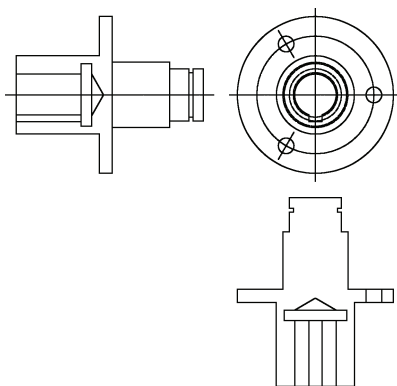

图 2-51 绘制“俯视图”轮廓线
13) 执行“删除”命令 (e), 将构造线删除, 执行“修剪”命令 (tr), 将多余线条进行修剪, 如图 2-51 所示。